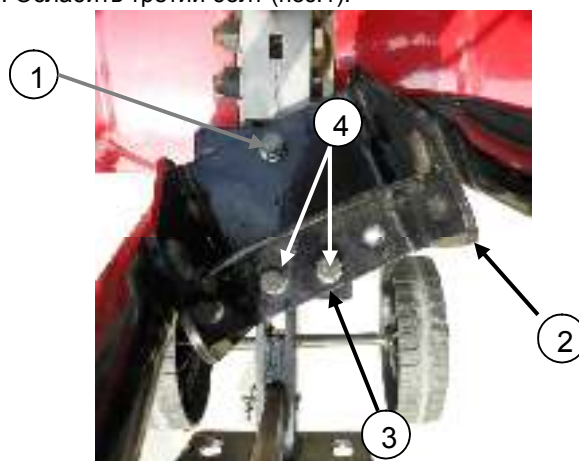

Рис. 5.
1. Открутить два болта с шайбами (см. рис.5, поз.4), которые крепят нижний кронштейн рукоятки управления (поз.2) к опорной пластине кронштейна сошника (поз.3).